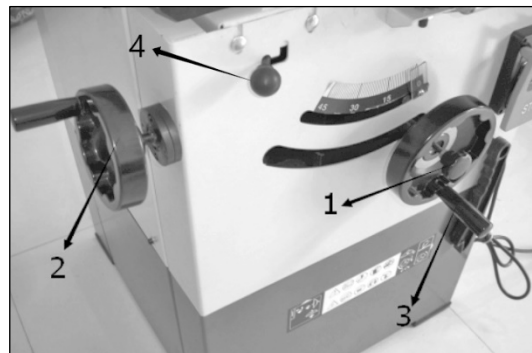

Рисунок 4.
Установите маховик подъема/опускания пильного диска **3** и маховик наклона пильного диска **2**, прикрутите к ним ручки (рис. 4).
- Ручка 4 (рис. 4) служит для фиксации подвижного стола.